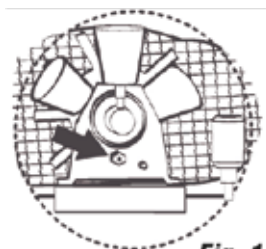

Fig. 1
- Para realizar el cambio de aceite retire el anillo hexagonal que se encuentra debajo de la mirilla, drene todo el aceite, introduzca el nuevo aceite hasta el punto rojo de la mirilla. (fig. 1)